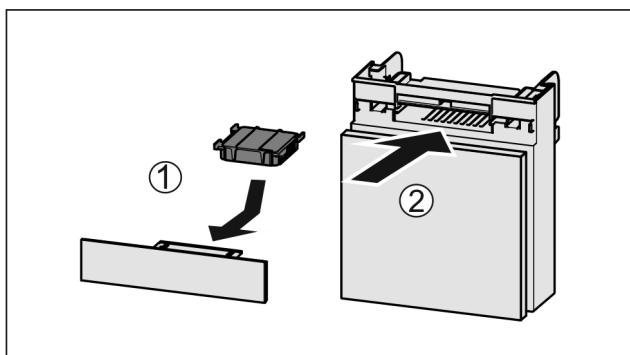

Fig. 109
- Vložte aktívny uhlíkový filter podľa obrázka Fig. 109 (1).
- Zasuňte zásuvku Fig. 109 (2).